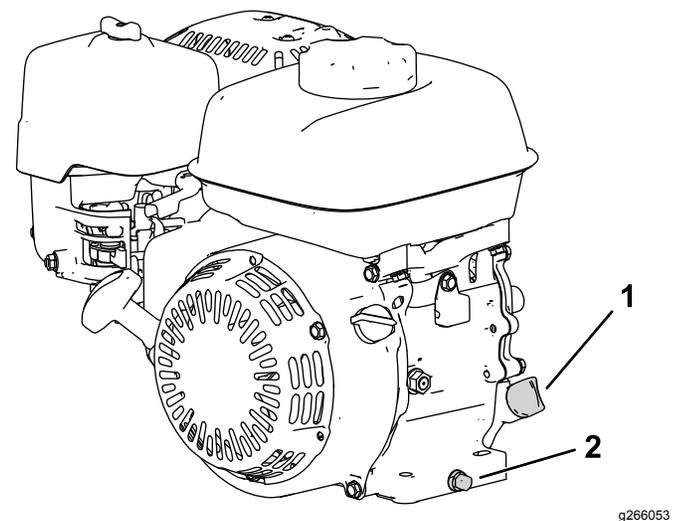

Bild 16
2. Stellen Sie die Maschine so, dass der Motor eben steht, und reinigen Sie dann den Bereich um das Ölfüllrohr (Bild 16).
3. Entfernen Sie die Ablassschraube (Bild 16).